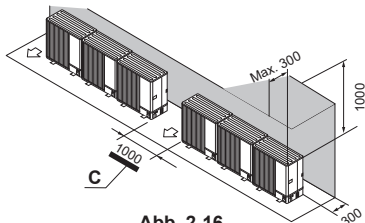

Abb. 2-16
(2) Hindernisse oder unzugängliche Oberfläche nur auf Rück- und Oberseite (Abb. 2-16)
C: Freiraum (Abb. 2-16)